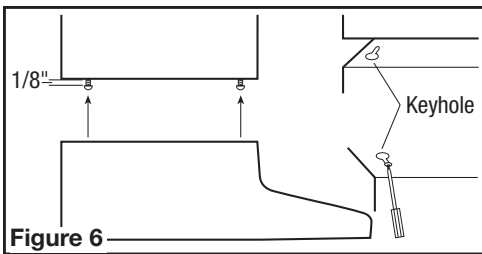

Figure 6
5. Install the 4 mounting screws at the previously marked locations. Leave approximately 1/8" clearance. Slide the hood in place through the keyhole slots and align the front of the hood so that it is flush with the front of the cabinets. Tighten all screws securely (Figure 6).
5. Installer les 4 vis de montage aux endroits marqués précédemment. Laisser un dégagement d'environ 0,33 cm (1/8 po). Glisser la hotte en place au travers des trous en poire et aligner le devant de la hotte pour qu'il soit à effleurement avec le devant des armoires. Visser fermement toutes les vis (Figure 6).